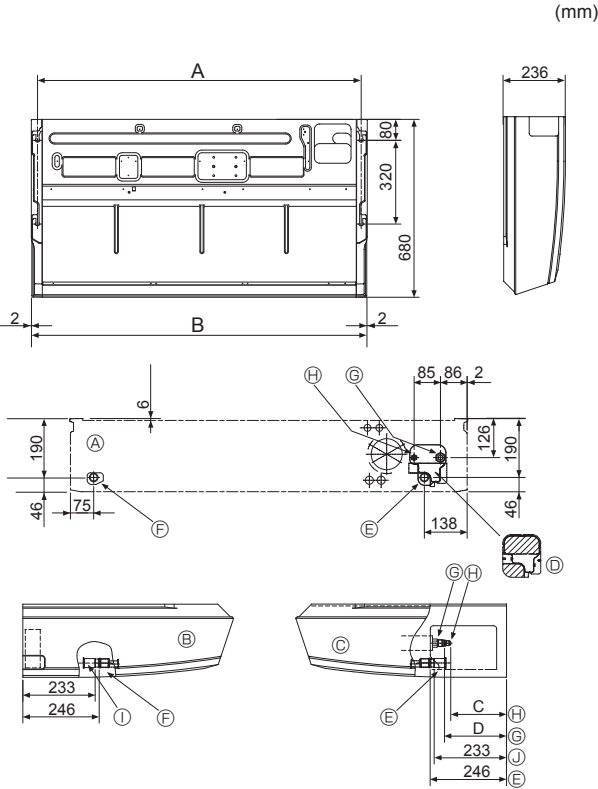

Fig. 3-2
①	Rondela	4 adet
②	Boru kapağı	1 adet büyük boy (gaz boruları için)
③	Boru kapağı	1 adet küçük boy (sıvı boruları için)
④	Bant	4 adet
⑤	Ek yeri soketi	1 adet üzerinde "UNIT" yazısı vardır
⑥	Soket kapağı	1 adet
⑦	Drenaj borusu kapağı	1 adet
⑧	Geçme somun	1 adet $\varnothing 6,35$ (Yalnızca M60)
3.2. Montaja hazırlık (Fig. 3-2)